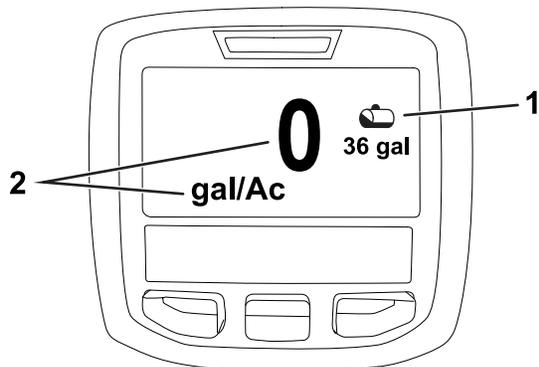

Bild 20
2. Drücken Sie die rechte Auswahl Taste, um auf den Bildschirm „Spray tank volume“ zu navigieren (Bild 20).